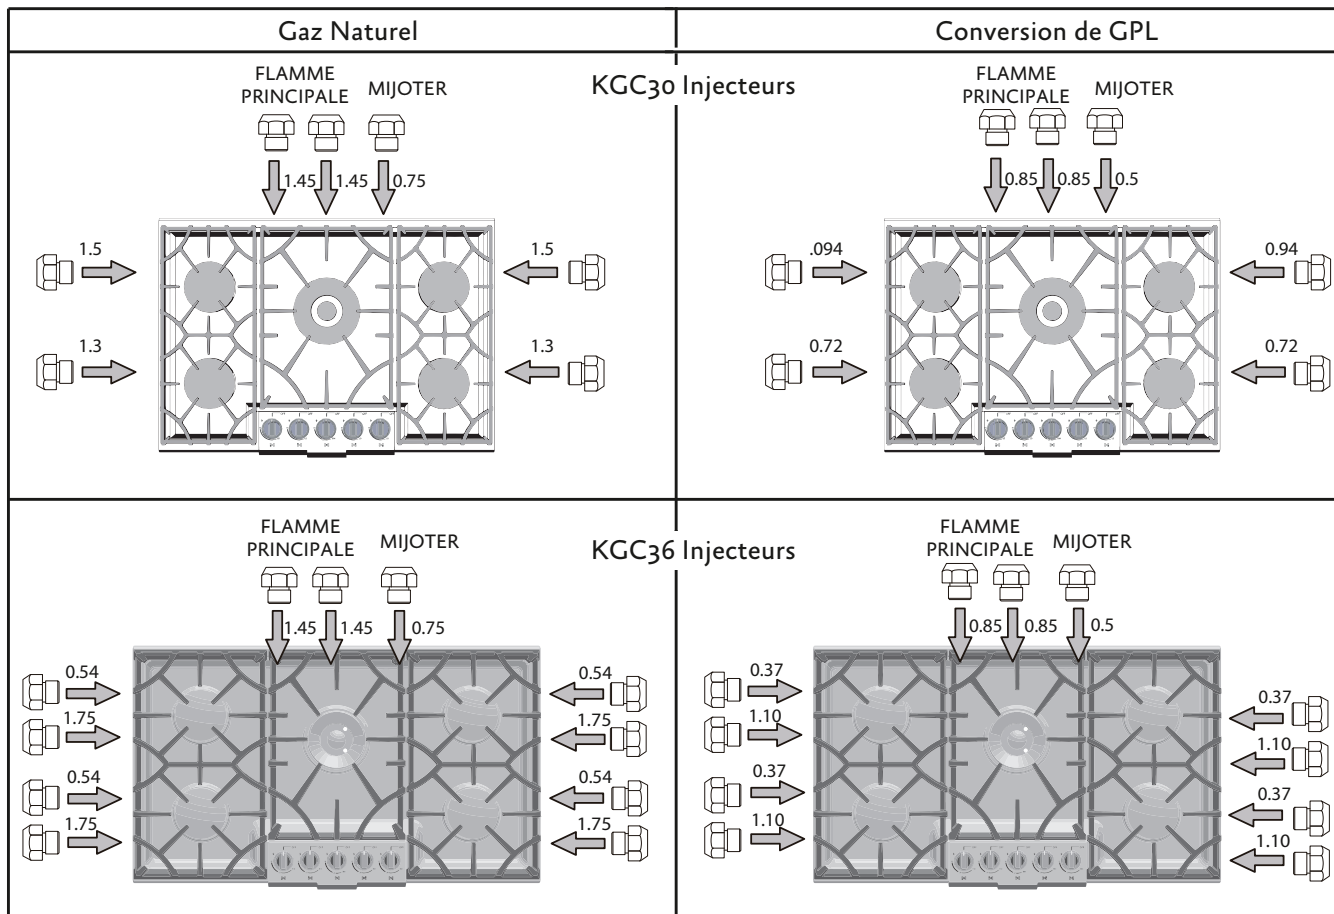

Figure 23. Position des Injecteurs
- 4) L'orifice central (D) peut être retiré en utilisant un tourne-écrou de 9/32 po (dans le sens anti-horaire).
- 5) Les deux autres orifices (E) peuvent être retirés en utilisant une clé polygonale de 9/32 po. (Compteur dans le sens horaire.)
- 6) Installez les orifices fournis avec cet appareil dans le brûleur approprié. Chaque orifice a un numéro estampillé sur le côté, qui identifie le diamètre de l'orifice. (Voir la Figure 23 pour la orifices à utiliser dans chaque position du brûleur.)
- 1) Retirez les grilles et les chapeaux du brûleur (A).
- 2) Retirez l'épandeur de gaz (B).
- 3) Desserrer les orifices (C) en tournant le tourne-écrou de 9/32 po dans le sens anti-horaire.
- 4) Installez les orifices fournis avec cet appareil dans le brûleur approprié. Chaque orifice a un numéro estampillé sur le côté, qui identifie le diamètre de l'orifice. (Voir la Figure 23 pour la orifices à utiliser dans chaque position du brûleur.)
- 2) Remplacez les orifices de tous les brûleurs conformément aux instructions précédentes et à la Figure 23.